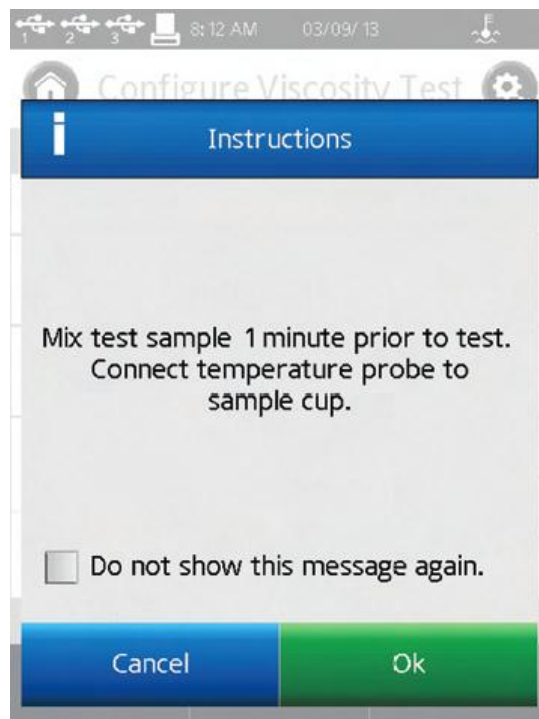

图 III-8
**Instructions (说明):** 记录操作的特殊说明。当程序运行的时候这个信息会立刻出现（见图 III-8）。操作者必须确认接受该消息，程序才会继续。